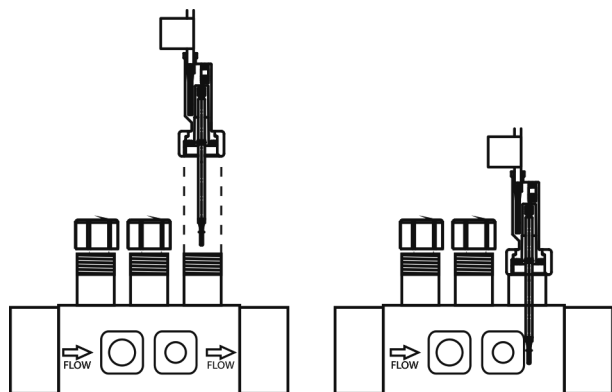

Fig. 10b
2. Installare il rivelatore di flusso (interruttore di flusso) in dotazione, sempre in verticale, sul porta-sonde fornito con il sistema (Fig. 10b).